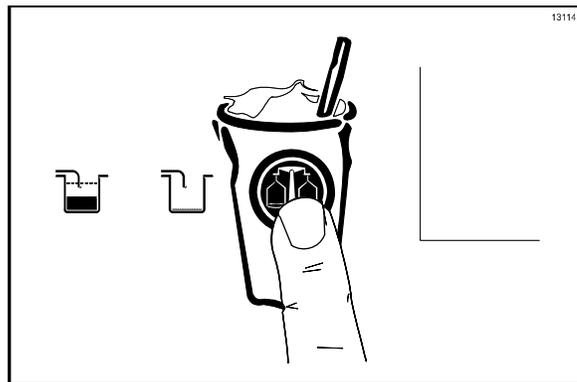

图 42
1. 按 **CALIBRATION** 键  以显示菜单选项。奶昔侧的 **CALIBRATION** 符号 、**AUTO** 符号  以及 **OPTIONAL FLAVOR** 符号  将亮起。（见图 42。）